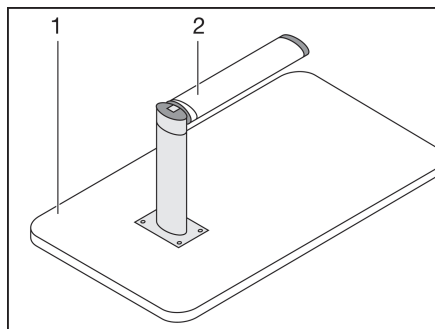

Fig. 51 Sommier de lit
- Soulever légèrement le plateau de table (Fig. 51,1) à l'avant d'env. 45°.
- Tirer la partie inférieure du pied de table (Fig. 51,2) vers le bas et le rabattre de 90°.